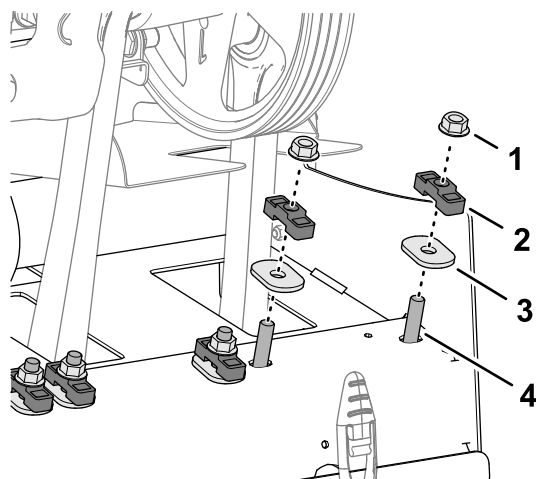

Figura 132
1. Rimuovete i 2 dadi di bloccaggio che fissano l'albero dell'ammortizzatore Roto-Link al telaio posteriore della macchina (Figura 132).